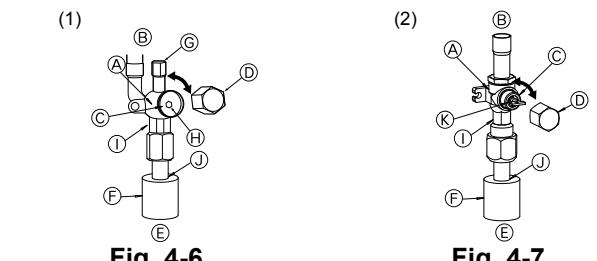

Fig. 4-6
- Lado do líquido da válvula de retenção (Fig. 4-6)